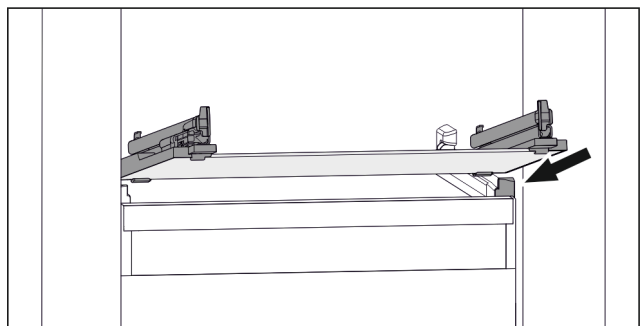

Fig. 72 Beispielhafte Darstellung der Glasplatte
- ▶ Glasplatte schräg hinter den Stopperrn aufsetzen. (siehe Fig. 72)